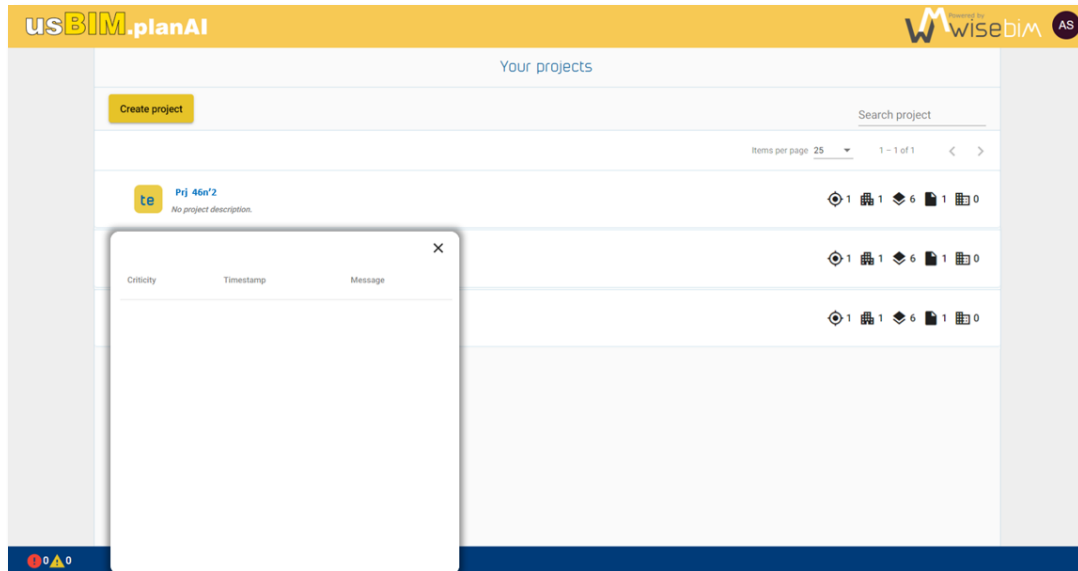

Ilustración 6. Pie de página
- Un pie de página para visualizar alguna información (Ilustración 6);
En la parte inferior de la página, el pie de página muestra los mensajes de error o advertencias que pueden aparecer durante las diversas operaciones realizadas por el usuario (Ilustración 6).